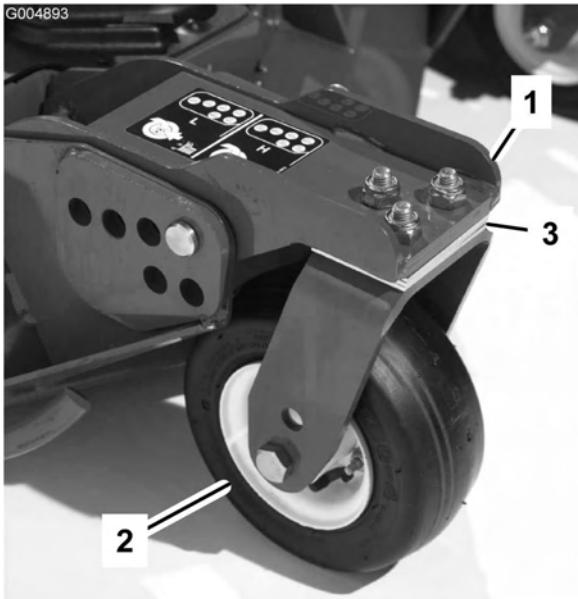

Figura 76
- Togliete le viti a testa cilindrica e i dadi che fissano il braccio della ruota orientabile alla forcella (Figura 76).